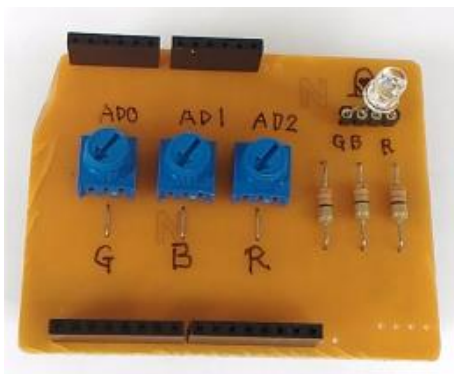
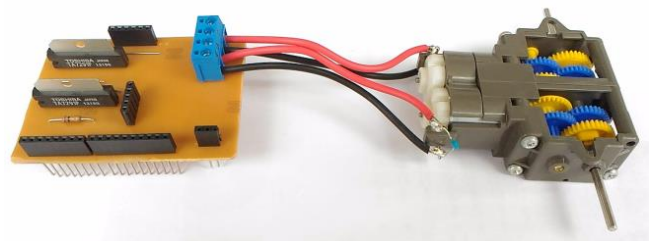

図 3 三色 LED シールド
図 7 ツインモータ駆動シールド
Raspberry Pi を利用した様々な実験回路[5]についてプリント基板加工機で図 3 から図 7 のシールドを製作した。各シールドの概要を述べる。
- 1) 三色 LED シールド (図 3)
- 5) ツインモータ駆動回路シールド (図 7)